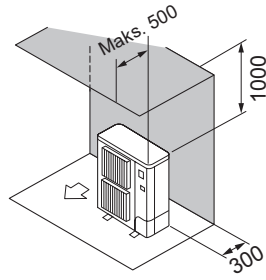

Fig. 2-8
- ② Yalnızca arkadaki ve üstteki engeller (Fig. 2-8)